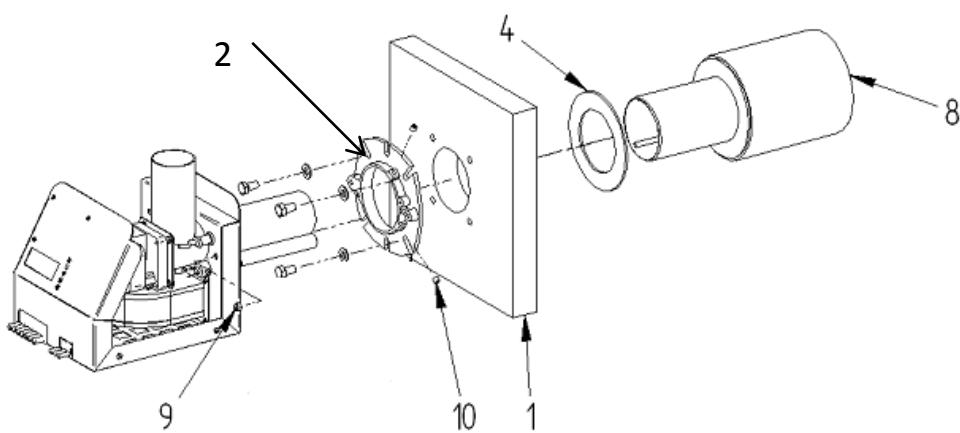

Рисунок 9
3. Прикрепите фланец (2) горелки к дверце котла (1). Рисунок 9. Убедитесь, что отверстие фланца и отверстие дверцы совпадают.